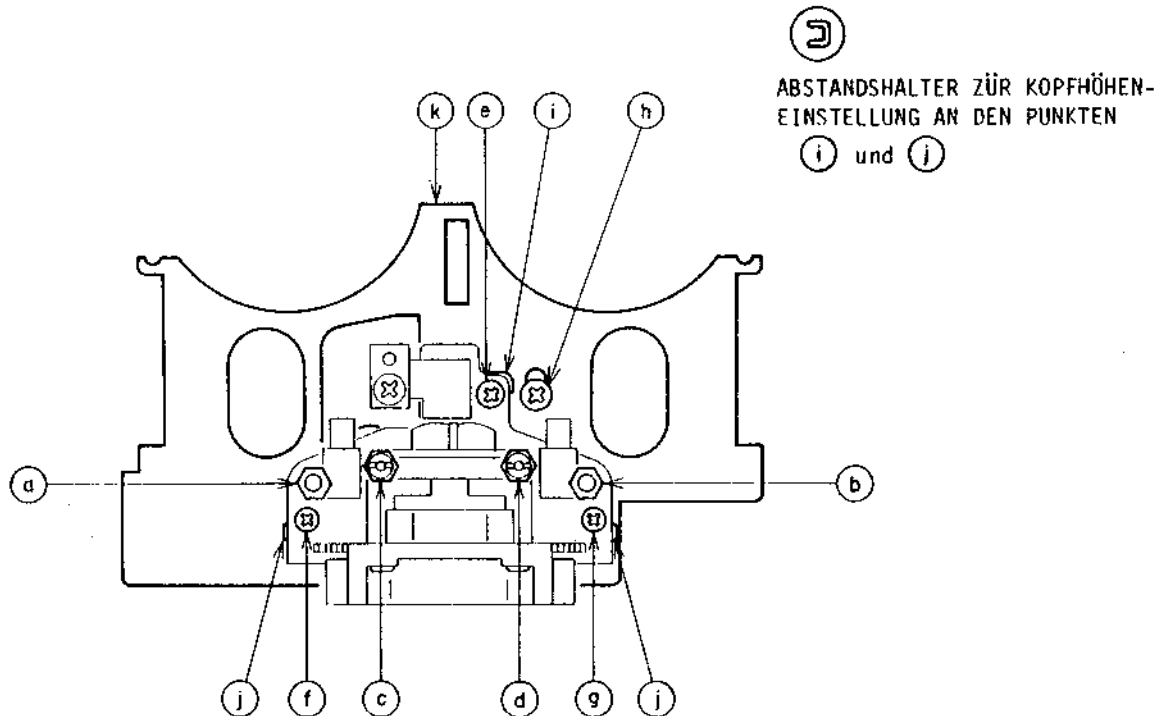

Abb. 6-2
- b) Die Löschkopfhöhe durch Drehen der Muttern **a** und **b** wie in Abb. 6-2 gezeigt so einstellen, daß der Line Out Pegel -5,5 dBm, 315 Hz bzw. -6,1 dBm, 333 Hz beträgt.
- f) Die Höhe der Bandführung (A) durch Drehen der Mutter (A) und die Höhe des Löschkopfes (REV) durch Drehen der Mutter (B) so einstellen, daß das Band ohne Verformung an den Bandführungskanten vorbeiläuft.
- g) Als nächstes die Betriebsart REV PLAY wählen und die Höhe der Bandführung (B) durch Drehen der Mutter (B) so einstellen, daß das Band ohne Verformung glatt über die angrenzenden Ränder beider Löschköpfe (FWD und REV) läuft.
(Siehe Abb. 6-2)